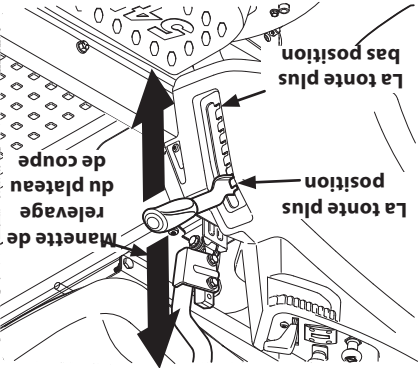

Figure 4-9
- a. Utilisez la manette de relevage du plateau de coupe pour relever celui-ci à la hauteur qui positionne la courroie horizontalement entre les poulies de tension du plateau de coupe et la poulie de la prise de coupe sur la base du moteur. Voir la Figure 4-9.
8. Placez la manette de relevage du plateau de coupe à la position de coupe la plus haute et dégagez le plateau de coupe du tracteur. Voir la Figure 4-9.